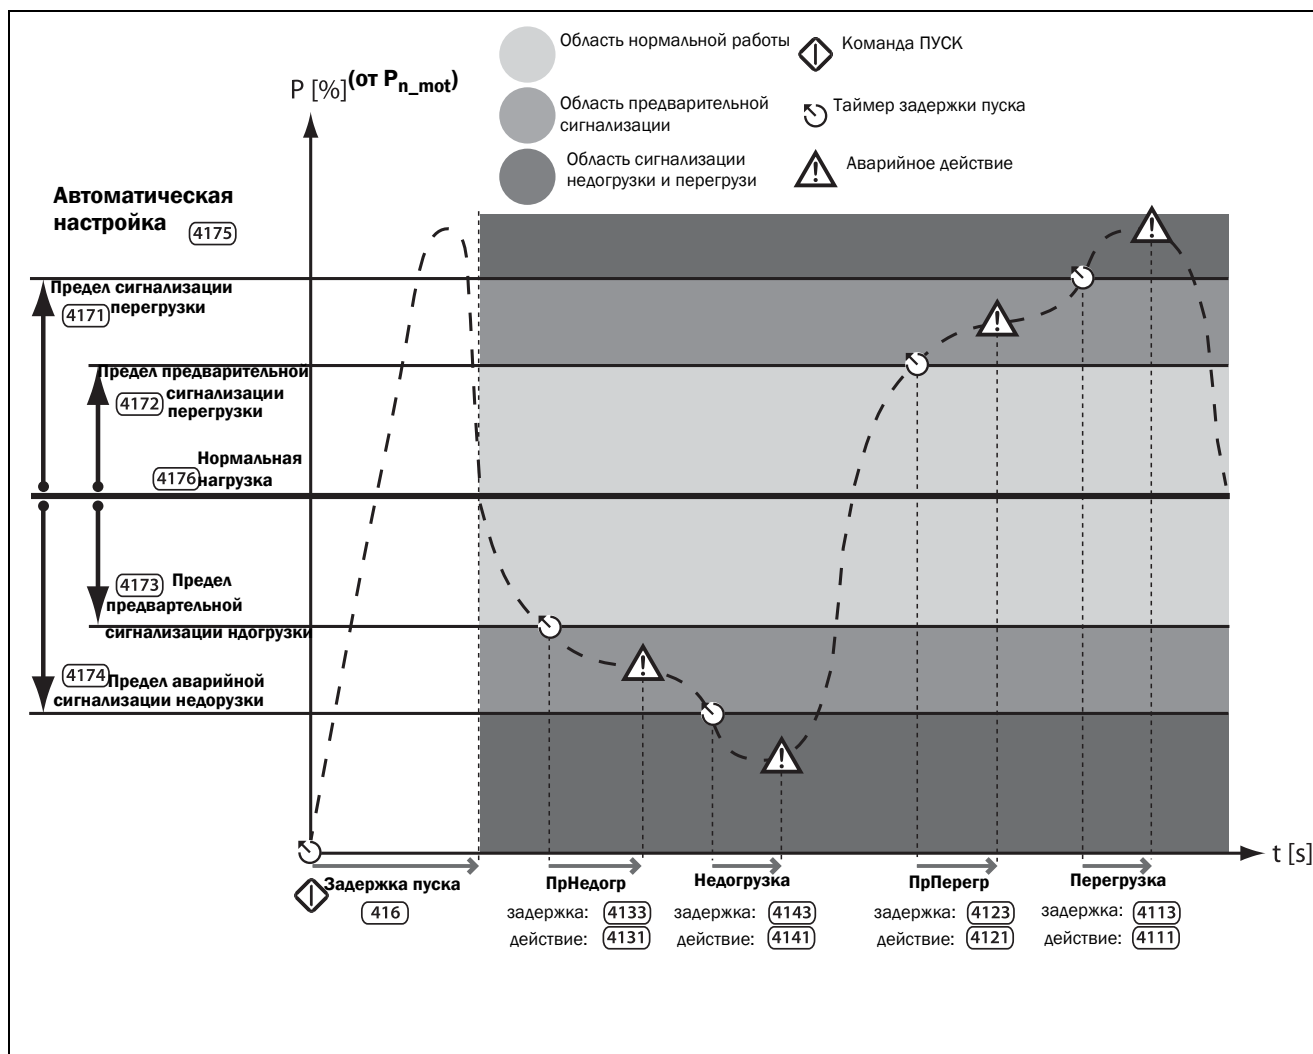

Рис. 41 Пределы сигнализации монитора нагрузки при автонастройке.
2. Конфигурация «Автонастройка», при которой уровни сигнализации устанавливаются автоматически, исходя из принципа «Нормальная нагрузка» + четыре «Предела сигнализации» (Рис. 41).
См. Рис. 41. Самый быстрый способ адаптировать монитор к различным ситуациям нагрузки — это использовать функцию «Автонастройка», которая автоматически применяет четыре «Предела сигнализации» к зарегистрированному уровню «Нормальной нагрузки» во время работы двигателя. Пределы сигнализации устанавливаются как определенный процент, который складывается с «Нормальной нагрузкой» или вычитается из нее, при этом под «Нормальной нагрузкой» понимается мощность на валу при нормальных условиях работы. См. расчеты в Таблица 28, страница 106. «Нормальная нагрузка» представляет собой процент от номинальной мощности двигателя (т. е. 100-процентная нормальная нагрузка равна мощности двигателя, заданной в меню [223]).